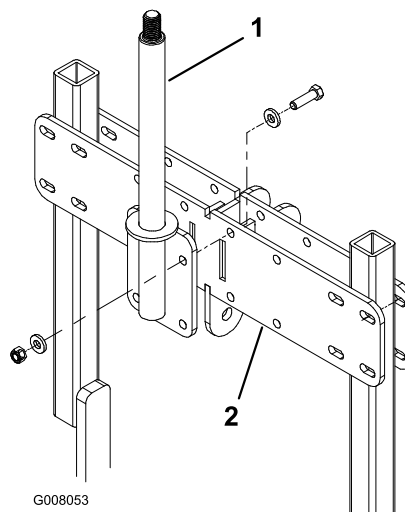

Figura 10
9. Montare il gruppo perno sul retro della sezione di fissaggio utilizzando 4 viti da 1/2 x 1-3/4 pollici, 8 rondelle e 4 controdadi (Figura 10). Utilizzare la posizione di montaggio centrale per gli arieggiatori ProCore 880 e ProCore 864, e la posizione decentrata per l'arieggiatore 660, come illustrato nella Figura 10.